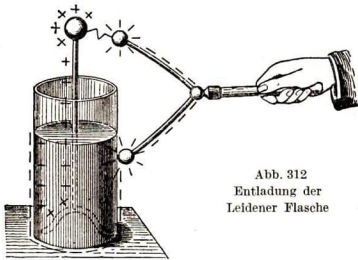

Abb. 312
4. Ein Kondensator wird entladen, indem man seine beiden Belege mit Hilfe einer Entladergabel (Abb. 312) verbindet. Dabei gleichen sich die entgegengesetzten Ladungen der Belege durch einen glänzenden Funken aus.